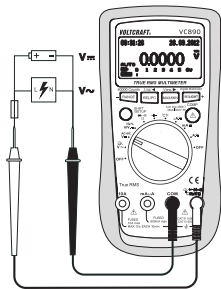

图 2
2. 将红色测试引线插入 $\text{^{\circ}CHzV}\Omega$ 测量插口 (7), 将黑色测试引线插入 COM 测量插口 (8) (图 2)。